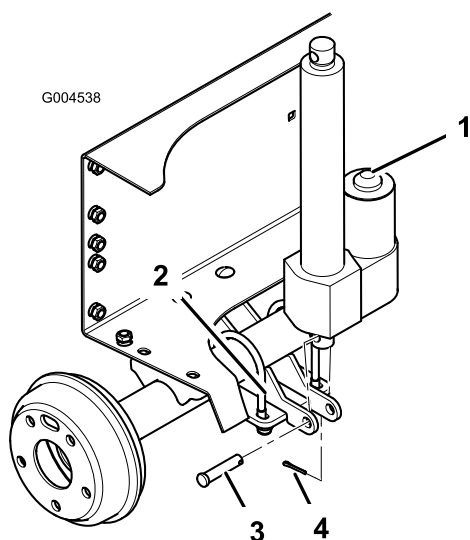

Figure 6
6. Montez la bas de l'actionneur de relevage au support de vérin de relevage à l'aide d'un axe de chape et d'une goupille fendue. Positionnez les composants comme illustré à la Figure 6.